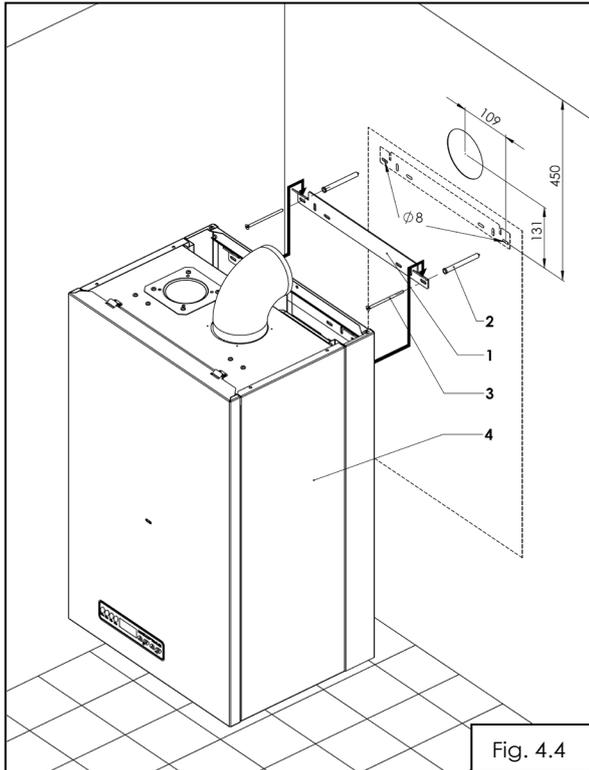

Fig. 4.4
- Executati prin gaurire doua orificii pentru fixarea suportului centrala (1);
- Montati suportul centrala (1) cu diblurile si suruburile furnizate (2,3) pe perete (fig.4.4);
- Suspendati centrala (4) pe suportul centrala.